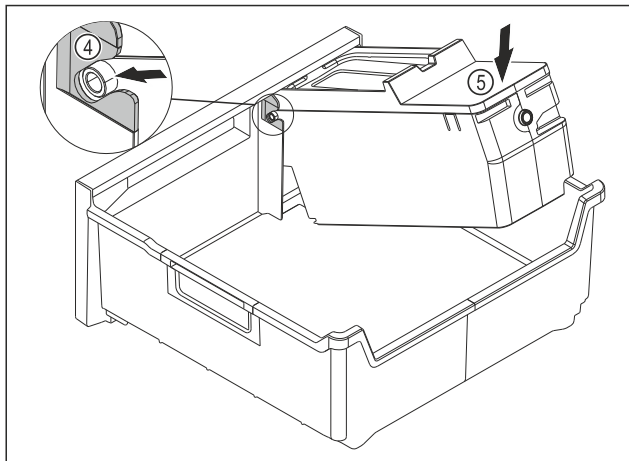

Fig. 95
- ▶ Монтаж на корпуса на EasyTwist-Ice: Вкарайте осите на корпуса на EasyTwist-Ice във водачите Fig. 95 (4).
- ▶ Натиснете надолу корпуса на EasyTwist-Ice Fig. 95 (5) отзад.